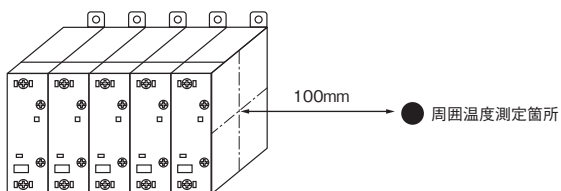
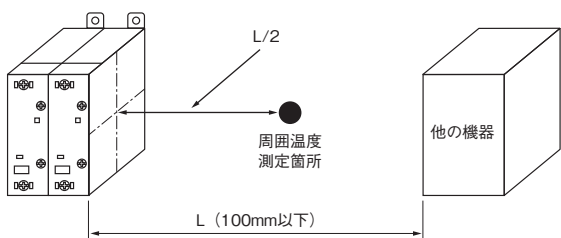
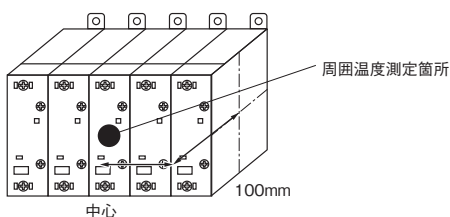

図1 周囲温度の測定位置(基本)
図2 ダクトや他の機器がある場合の測定位置
図3 側面の周囲温度が測定できない場合
- (1) 制御盤内の温度が最も高くなる通電条件とし、周囲温度が飽和した状態で測定してください。
- (2) 周囲温度測定位置は図1を参照してください。もし、測定距離100mm以内にダクトや他の機器がある場合は図2を参照してください。また、側面温度が測定できない場合には、図3を参照してください。
- (3) 盤内に2段以上、ソリッドステート・リレー(SSR)を取りつけている場合には、全段の周囲温度を測定し、最も温度が高いところを基準にしてください。ただし、測定条件が上記に当てはまらない場合には、別途、お問い合わせください。